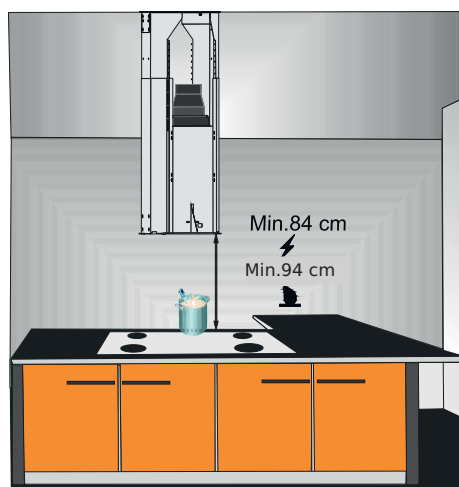

Fig. 9
- Afstanden mellem motorblokken og komfuret skal være 94 cm for gas og 94 cm for el-modeller (Fig. 9).